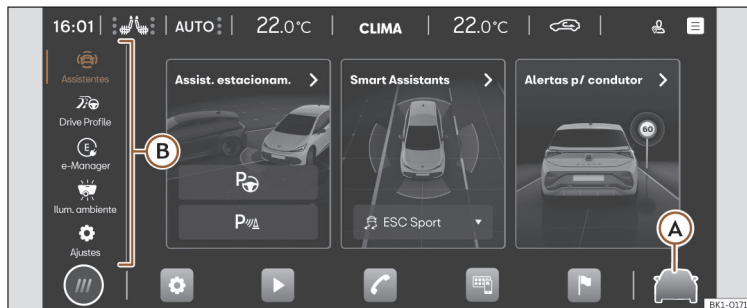

Fig. 12 Esquema: Assistentes e ajustes do veículo.
Pressionando >>> **Fig. 12 (A)**, ou, no menu principal, **Ajustes do veículo**, abre-se o menu dos assistentes e ajustes do veículo. Em seguida, pressionando um dos menus situados na zona esquerda **(B)**, no ecrã mostra-se o menu de ajustes ou de assistentes selecionado.